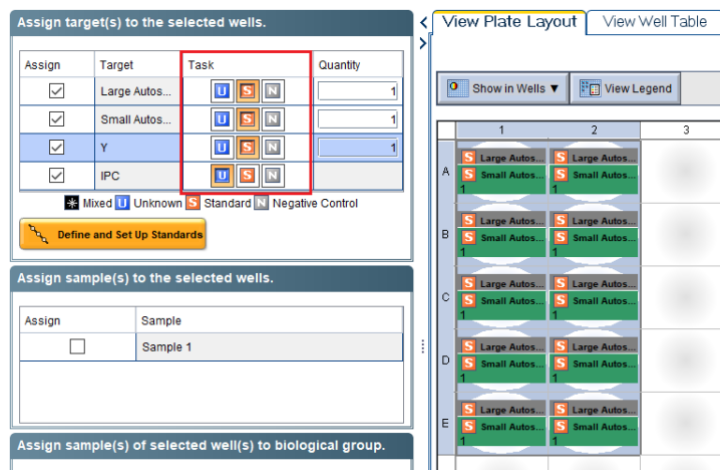

Рисунок 18
12. Отметить калибровочные образцы в графе «Task» как стандарты **S** по всем мишеням, кроме IPC. Для мишени **IPC** – оставить **U** (рисунок 18).